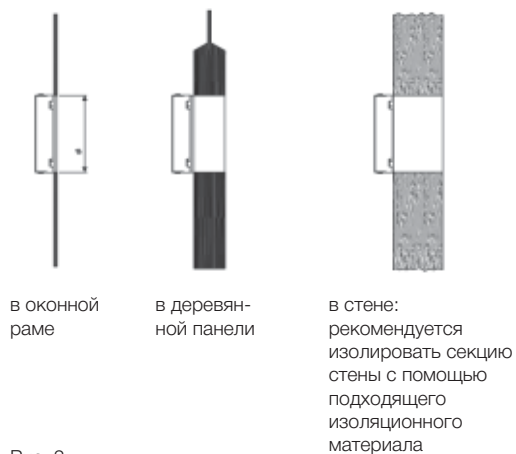

Рис. 2
- Просверлите отверстие в стене или оконной раме. Соблюдайте размеры отверстия, указанные на Рис. 2.